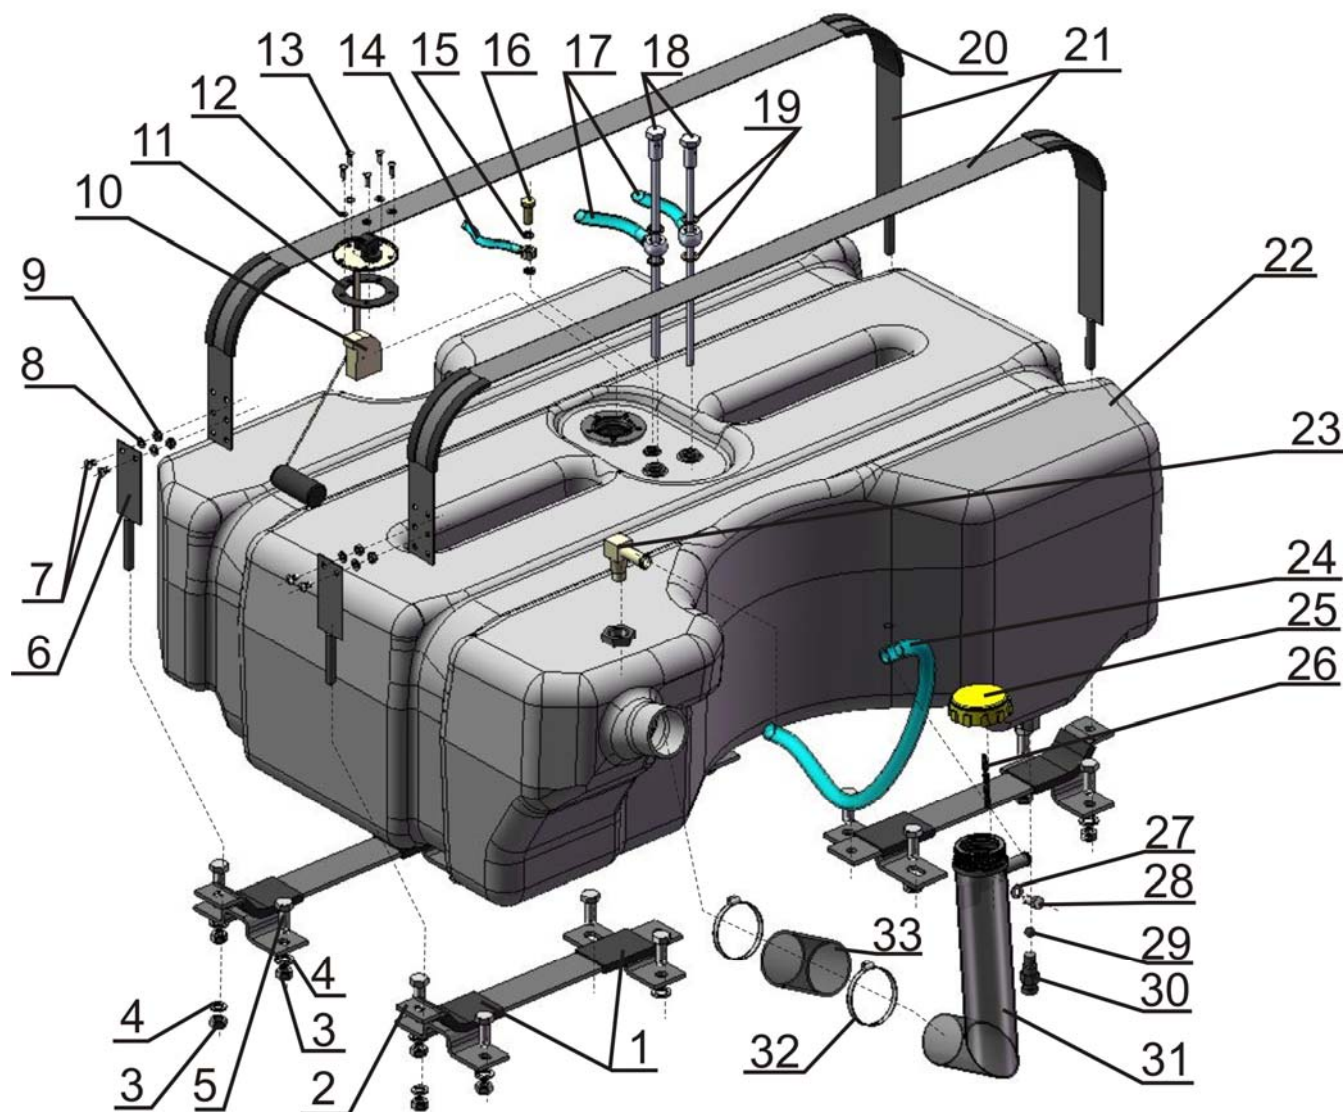

Рисунок 3.11 Бак топливный.
1) слейте дизельное топливо из баков (1) (**рисунок 3.11.а**), (5) через сливной штуцер (17);
- 2) демонтируйте сливной штуцер (17);
- 4) снимите крышку (пробку) (26) топливного бака;
- 5) снимите цепочку (25);
- 6) открутите хомуты (4);
- 7) демонтируйте трубку (16);
- 8) демонтируйте хомуты (2) левого бака, предварительно открутив крепеж (12), (13);
- 9) открутите болт (27) и демонтируйте топливопровод (29), прокладку (28);
- 10) открутите скобу (19), снимите прокладку (20), демонтируйте трубопровод (21);
- 11) демонтируйте кран (18);